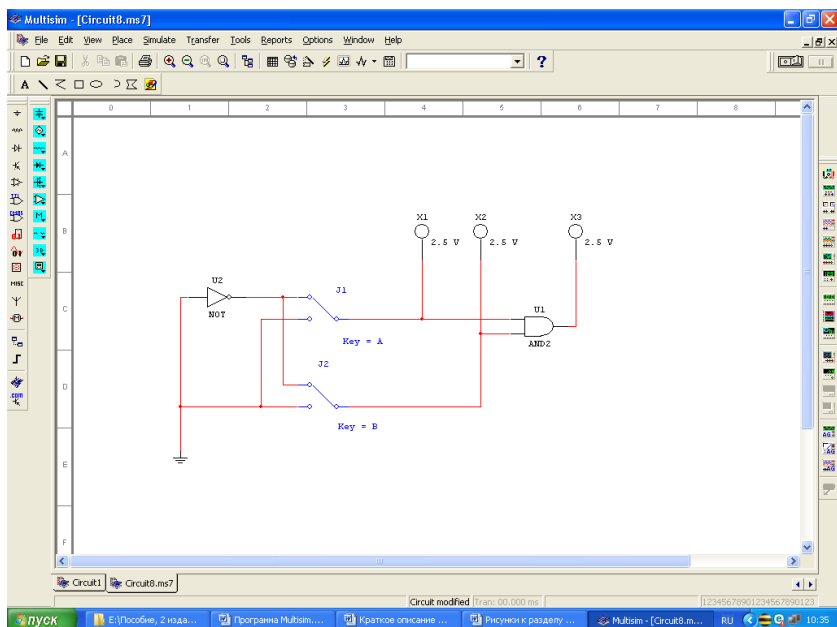

Рис. 1. Окно схемного редактора программы Multisim 7
**Окно программы** (рис. 1) содержит шкалу меню (вторая строка окна): *File, Edit, View, Place, Simulate, Transfer, Tools, Reports, Options, Window, Help*. Ниже описаны некоторые из них.